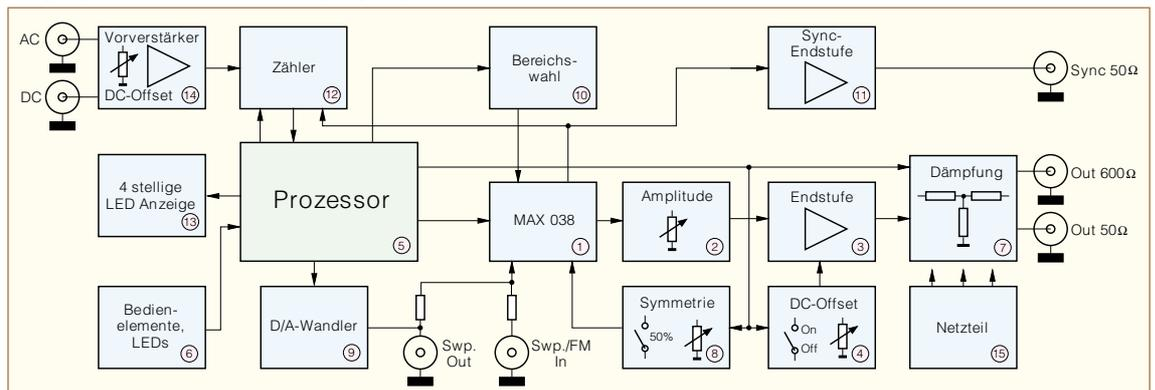

Bild 3: Prinzipeller Aufbau des Multi-Funktions-Generators MFG 9001
Abbildung 3 zeigt den prinzipiellen Aufbau des Funktionsgenerators MFG 9001. Zentrales Bauelement ist das zuvor beschriebene Funktionsgenerator-IC MAX 038 (1), dessen Ausgangssignal mit einer Amplitude von 1 V zum Einsteller „Amplitude“ (2) gelangt, mit dem sich an dieser Stelle eine Amplitude im Bereich von 0 bis 1 V einstellen läßt.